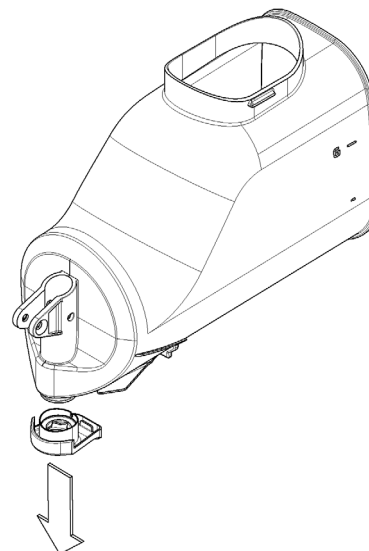

Bild 12
7 Den Durchflussbegrenzer des Behälters entfernen (Bild 12).
- 3 Den Zapfhahn gegenteilig zum Ausbau in (Bild 12) wieder am Behälter montieren.